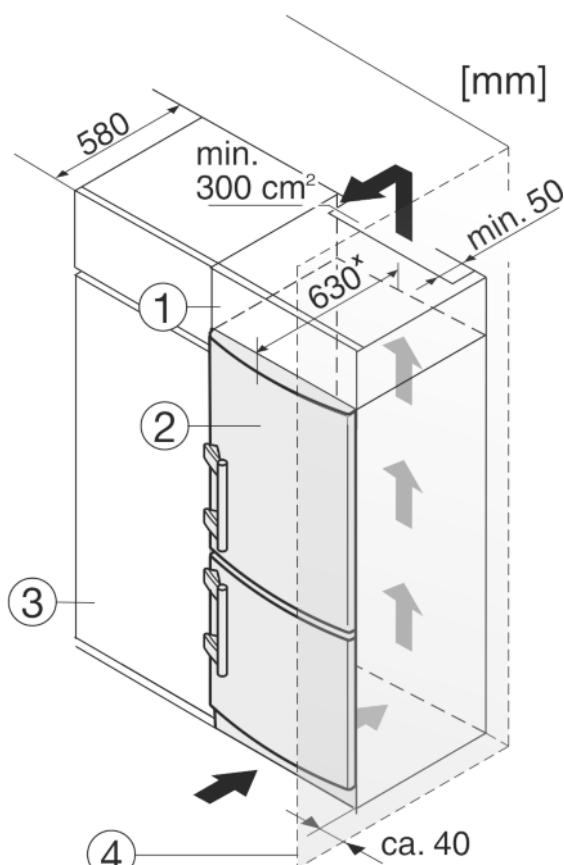

Fig. 26
- (1) Дополнительный шкафчик
(2) Устройство
(3) Кухонный шкаф
(4) Стенка
Устройство может быть окружено предметами кухонной обстановки. Чтобы уравнять устройство Fig. 26 (2) по высоте с кухонной стенкой, можно установить над устройством соответствующий дополнительный шкафчик Fig. 26 (1).
При комбинировании с кухонными шкафами (глубина макс. 580 мм) устройство можно установить непосредственно рядом с кухонным шкафом Fig. 26 (3). Устройство выступает сбоку на 34 мм^x и по центру на 50 мм^x относительно передней стенки кухонного шкафа.
Если устройство установлено на шарнирах у стены Fig. 26 (4), то расстояние между устройством и стеной должно быть не менее 40 мм. Настолько выступает ручка при открытой дверце.